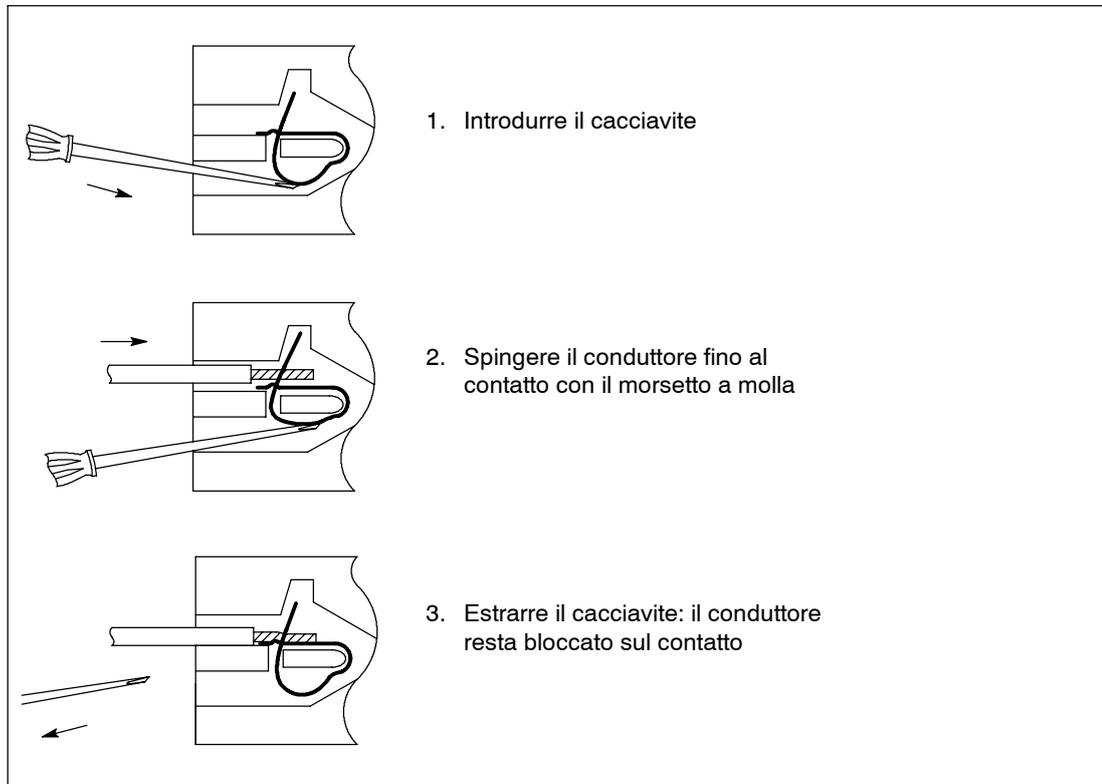

Figura 4-16 Principio della tecnica a molla
2. Mediante un cacciavite (0,5x3,5 mm DIN 5264) sbloccare il morsetto a molla del primo collegamento. Cominciare in basso sul connettore frontale (figura 4-16).